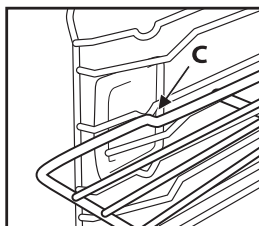

Fig. 3
3. Sett risten vannrett igjen og skyv den helt inn på plass «C» (Fig. 3).